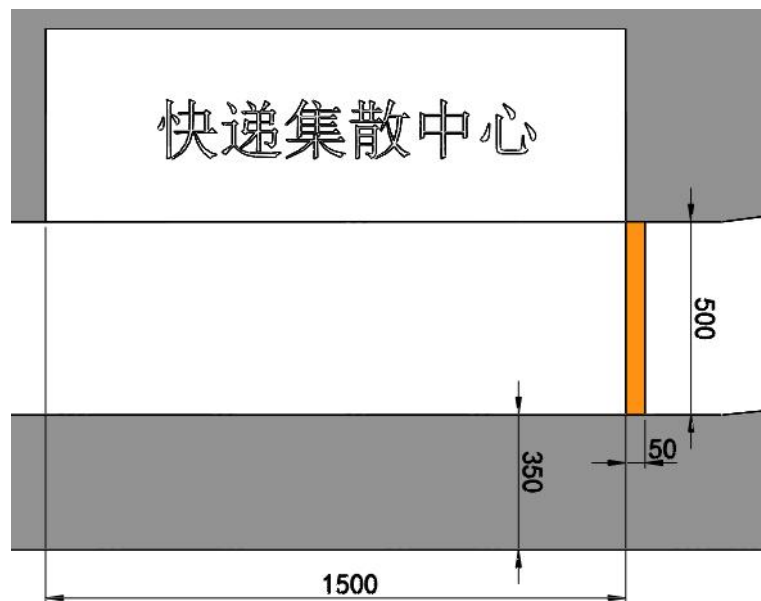

图 13 终点示意图（单位：mm）
4. 终点示意图：如图 13 所示，快递集散中心一侧的赛道上设有橙色色带，尺寸为 $500\text{mm} \times 50\text{mm}$ 。